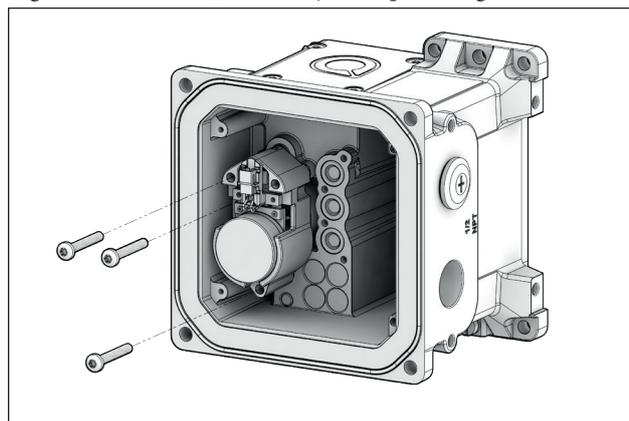

Fig. 75. Localização do pré-estágio NDX\_511\_ e NDX\_512\_.
- sob a tampa principal e o módulo LUI (Fig. 75)